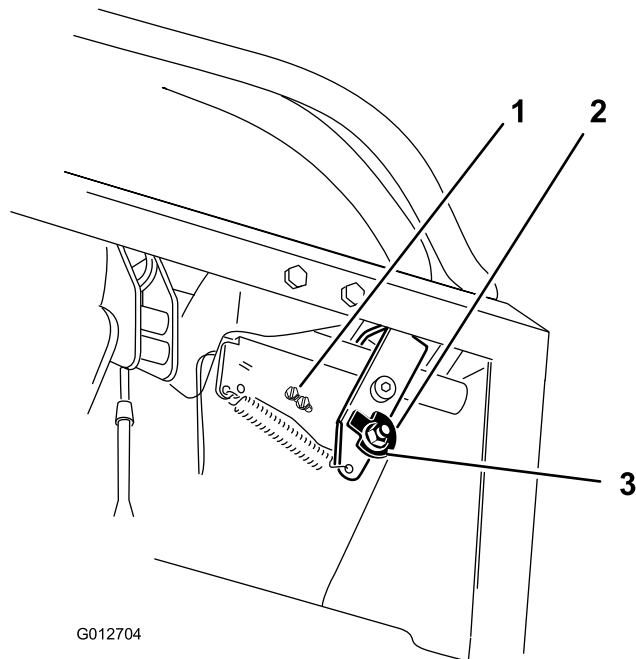
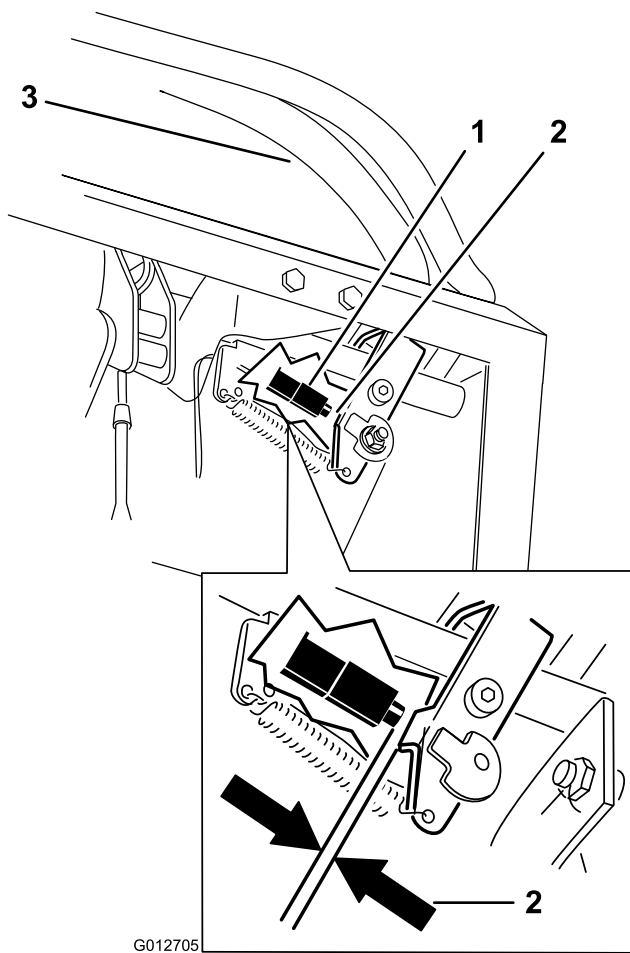

Figure 67
Figure 68
7. Desserrez l'écrou de fixation de la came (Figure 67).
10. Vérifiez l'écartement entre le levier de commande et l'interrupteur comme illustré à la Figure 68. L'écartement doit être de 3 mm (1/8") lorsque le levier de commande de déplacement droit est au point mort, en position déverrouillée.
11. Au besoin, desserrez les vis de fixation de l'interrupteur et réglez l'interrupteur (Figure 67 et Figure 68).